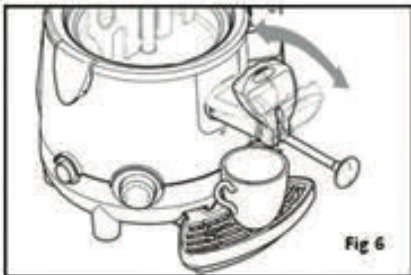

Fig 6
- Tire de la palanca o empújela para verter la cantidad deseada de producto en la taza (Fig. 6).